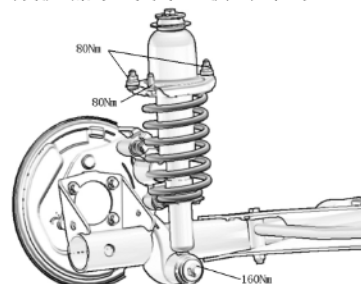

图 8.5-16
- (1) 拆卸后轮。
- (2) 拆卸左右后减振器总成。如图 8.5-16。